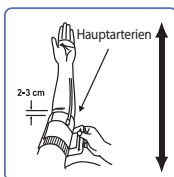

Abb. 3
3. Schieben Sie Ihren Arm durch die Manschettschleufe. Das untere Ende der Manschette sollte ungefähr 2-3 cm über dem Ellenbogen liegen. Der Schlauch sollte sich über der Armschlagader auf der Innenseite des Arms befinden (Abb. 3).